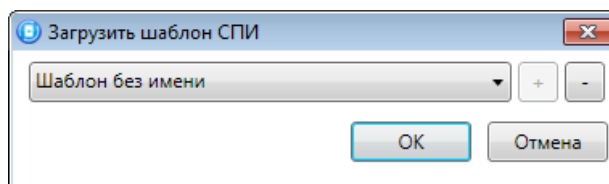

Рисунок 4.49 — Окно *Загрузить шаблон СПИ*
- *Загрузить шаблон настроек:* открытие окна *Загрузить шаблон СПИ* (см. рисунок 4.49), с помощью которого может быть сконфигурирован контроллер по предварительно созданному шаблону. Для того чтобы применить шаблон, выберите его в списке и нажмите кнопку *OK*.